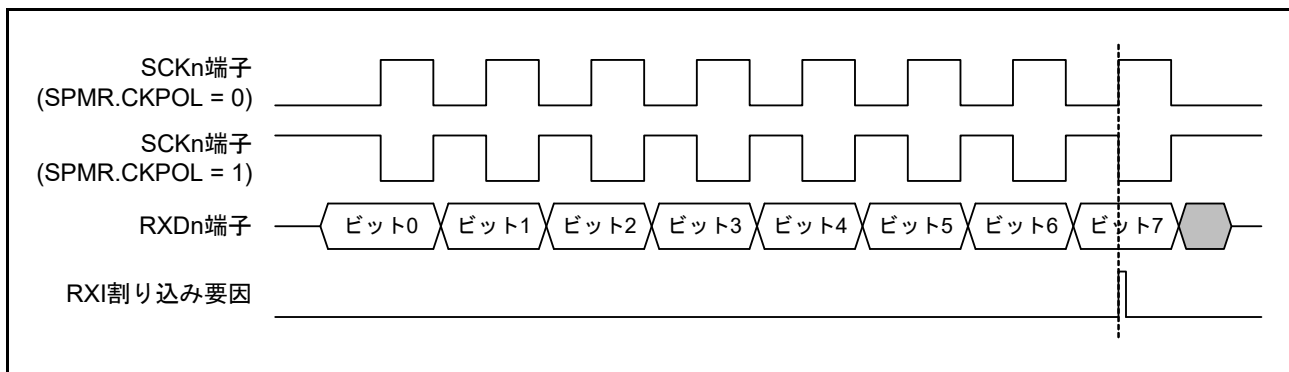

図 33.80 簡易 SPI モード (クロック遅れあり) RXI 割り込み発生タイミング
- クロック遅れあり設定 (SPMR.CKPH ビット = 1) の場合、図 33.80 に示すように SCKn 端子の最終クロックエッジ手前のクロックエッジで受信データフル割り込み (RXI) が発生します。このとき、SCR レジスタの TE、RE ビットを SCKn 端子の最終クロックエッジより前に“0”に設定すると SCKn 端子出力がハイインピーダンスとなり、最終送受信クロックのクロックパルス幅が短くなります。また、RXI 割り込み後、SCKn 端子の最終クロックエッジより前に接続先スレーブに対する SSn# 端子入力信号を High にするとスレーブが誤動作する可能性があります。